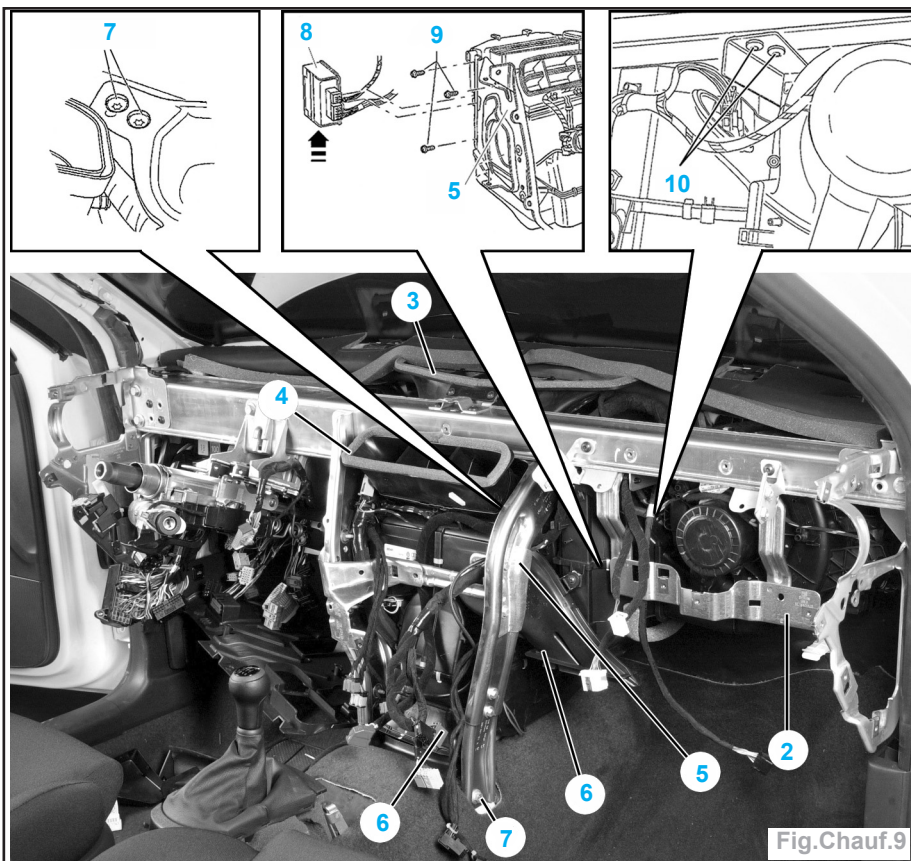

Fig.Chauf.9
- le support d'airbag passager (2) (Fig.Chauf.9),
- les diffuseurs d'air de pare-brise (3) et de planche de bord (4).
- Débrancher toutes les connexions attachées au support droit (5) du bloc de chauffage-ventilation.
- Retirer le support droit (5) en déposant les conduits (6), les vis (7) et le calculateur (8).